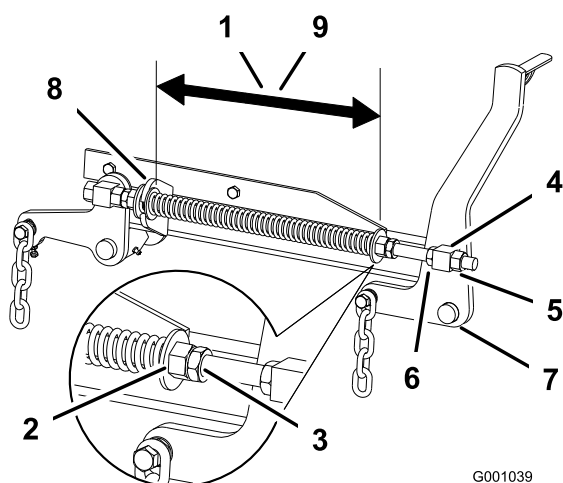

Figure 83
2. Vérifiez que les deux grandes rondelles sont espacées de 28,2 cm pour les plateaux de coupe de 132 cm, et de 26,7 cm pour les plateaux de coupe de 152 cm (Figure 83).
3. Réglez cette distance en desserrant l'écrou de blocage du ressort et en tournant l'écrou devant chaque ressort (Figure 83). Tournez l'écrou dans le sens horaire pour raccourcir le ressort, et dans le sens inverse pour l'allonger.
4. Bloquez l'écrou en position en serrant l'écrou de blocage du ressort (Figure 83).